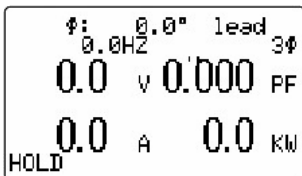

Imagen 2 (5-12)
- Mientras se tomen medidas, al pulsar la tecla HOLD (3-5, Imagen 1) el valor quedará fijado en pantalla y se mostrará en la esquina inferior izquierda el texto "HOLD" (según **Imagen 2**).